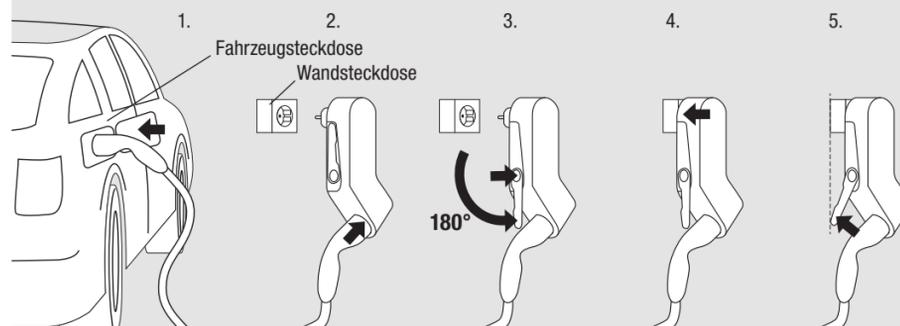

Abb. 2: Reihenfolge beim Laden
- Mobility Dock nur senkrecht hängend und abgestützt an einer Wandsteckdose betreiben, um eine Zugbelastung der Wandsteckdose zu vermeiden (siehe Abb. 2). Starke Belastungen können Mobility Dock und/oder Steckdose beschädigen.
- Den Mobility Dock erst in die Steckdose stecken, wenn der Ladestecker in der Typ 2 Steckdose (C) eingerastet ist. Sonst kann die Steckdose beschädigt werden.
Der Mobility Dock ist ein Mode 2 Not-Ladegerät zum gelegentlichen, ortsveränderlichen Gebrauch. Dauerhafter Einsatz nur in sicherer, unbewegter und senkrechter Lage. Betrieb nur an mechanisch und elektrisch geeigneten, wandmontierten Steckdosen (siehe Abb. 2, Schritt 5)! Mobility Dock nicht außerhalb der technischen Daten betreiben.